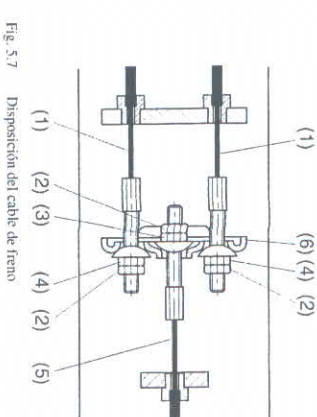
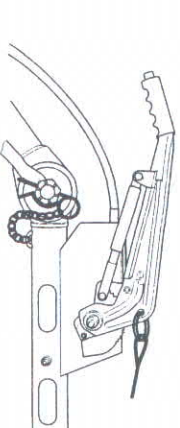

Fig. 5.7 Disposición del cable de freno
Fig. 5.8 Palanca del freno de mano hacia abajo - freno no accionado
Compruebe la posición del ecualizador (Fig. 5.7, 6) con el freno de estacionamiento accionado.
Compruebe todas las tuercas de bloqueo (Fig. 5.7, 2).
1. Con la argolla de remolque extraída a la posición más externa y la palanca de freno de mano en la posición bajada (Fig. 5.8), aligie las tuercas de bloqueo (Fig. 5.7, 2). Gire las tuercas de ajuste y las tuercas del cable de freno (Fig. 5.7, 4) hacia la derecha hasta que no haya flojedad en el mecanismo de freno.
El ecualizador (Fig. 5.7, 6) debe permanecer perpendicular al cable de freno principal (Fig. 5.7, 5).
2. Aplique la palanca de freno de mano varias veces y repita el ajuste. Apriete las tuercas con sus tuercas de bloqueo (Fig. 5.7, 2). Retire el gato y los bloques.